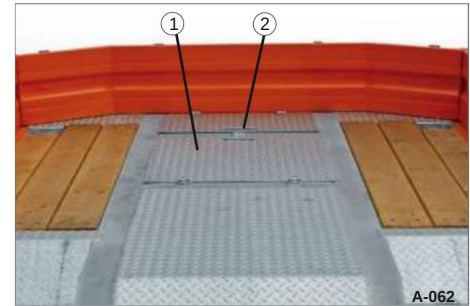

Bild 68 Stängda förvaringsfack
- ÿ Håll locket (Bild 68/1) i handtaget (Bild 68/2) och sänk det försiktigt.